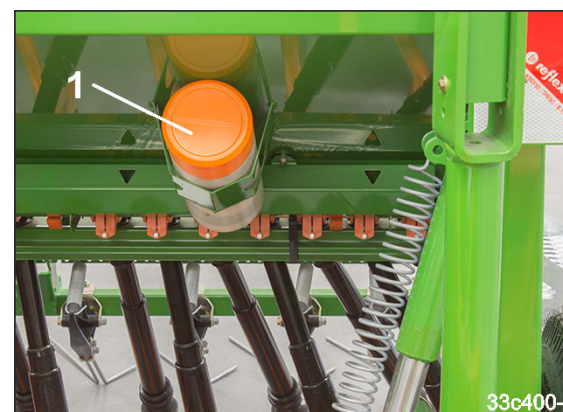

Fig. 191
5. Sett skrallen i kassetten (Fig. 191/1).